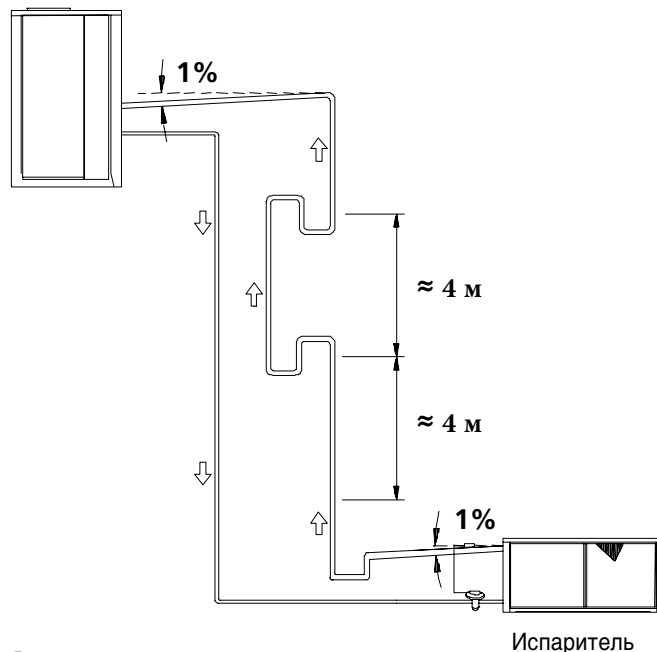

Рис. 11
6.9.2 Секция испарителя ниже секции конденсатора (Рис. 11)